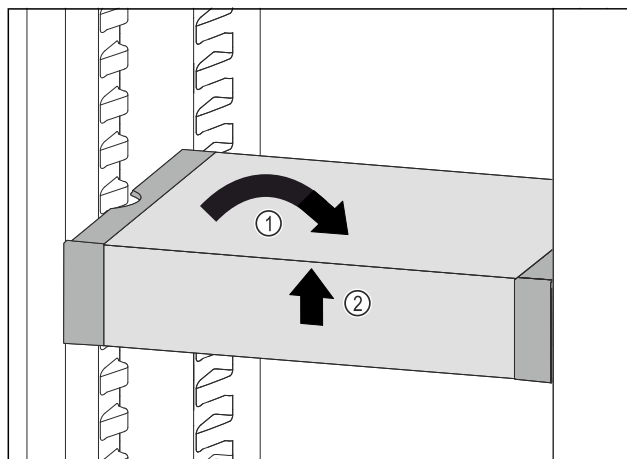

Fig. 130
- ▶ Poziționați drept VarioSafe. Fig. 130 (1)
- ▶ Ridicați în față VarioSafe. Fig. 130 (2)